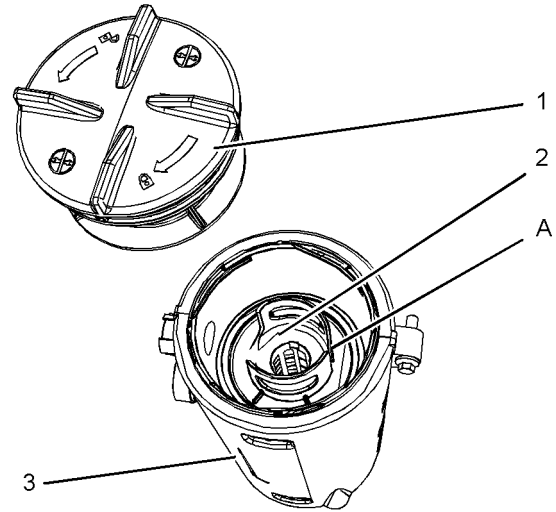

Ilustración 59
5. Instale un nuevo elemento de filtro en el cuerpo del respiradero (3) y oriéntelo de manera que la posición (A) quede alineada. Consulte la ilustración 59. Alinee la posición (B) de la tapa con la posición (A) en el elemento de filtro.